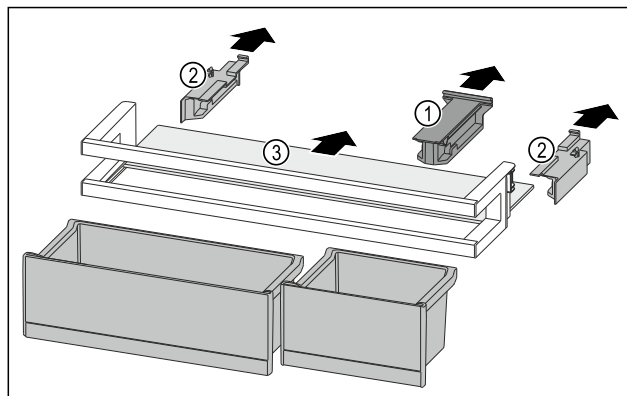

Fig. 131
- Držák Fig. 131 (1) stáhněte.
- Boční díly Fig. 131 (2) stáhněte.
- Odkládací plochu Fig. 131 (3) odeberte.